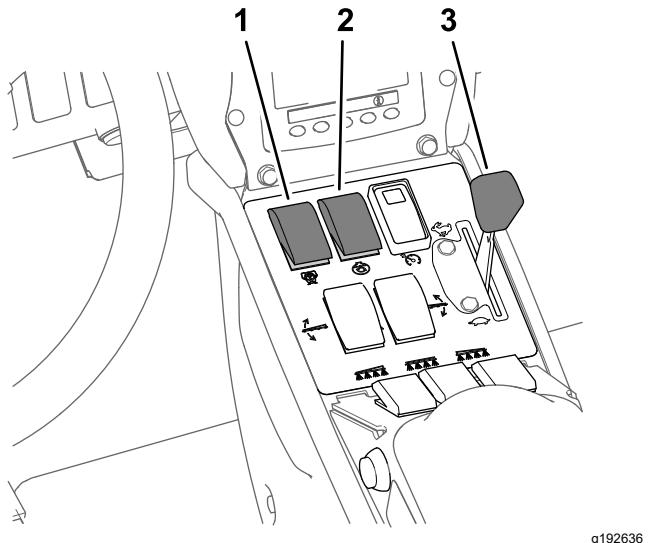

図 45
- 攪拌スイッチとポンプスイッチを ON 位置にする図 45。
- スロットルを高速位置とする図 45。
注 以下の手順は散布用ポンプが ON 状態であることを前提としています 図 45 散布率モードでの散布 (ページ 35) を参照。
- 4. 希望する散布に合わせてスロットル位置を調整する図 45 散布率モードでの散布 (ページ 35) を参照。